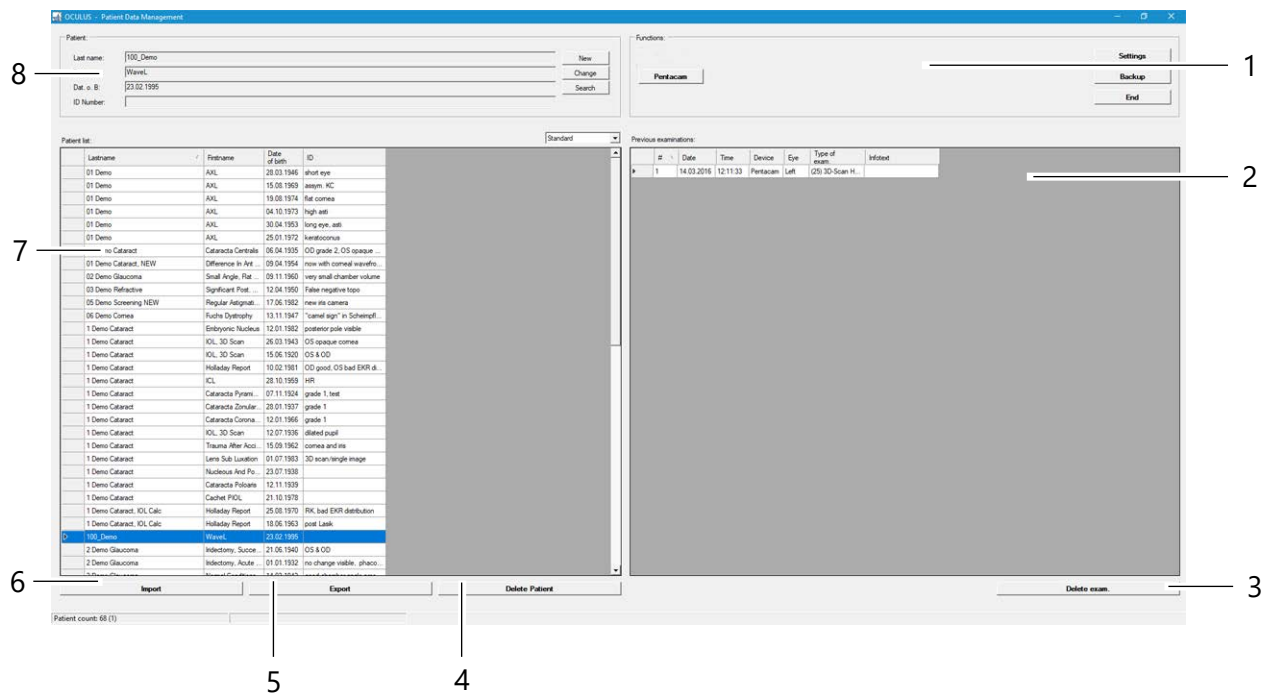

Fig. 8-1: Interfaccia utente della gestione dati dei pazienti
- ➔ Dopo aver selezionato un paziente, avviare il programma Pentacam® cliccando sul pulsante [Pentacam] → Fig. 8-1 (pagina 35).